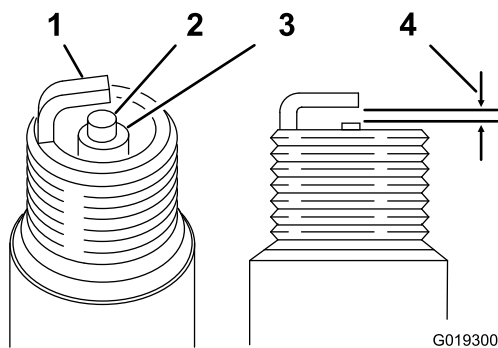

Рисунок 31
1. Осмотрите середину свечи зажигания (Рисунок 31). Если вы видите на изоляторе светло-коричневый или серый налет, то двигатель работает должным образом .
2. Используйте измеритель зазора свечей зажигания или толщиномер для измерения зазора между боковым и центральным электродами (Рисунок 31).